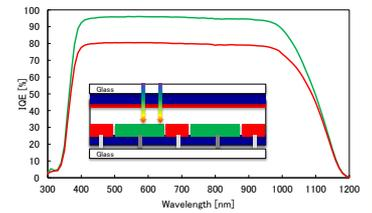

Fig. 9 IQE spectrum in one cell module.
- ✓ モジュール化までのIV測定や量子効率評価(Fig. 9)を行い、問題点の抽出を行なっている。